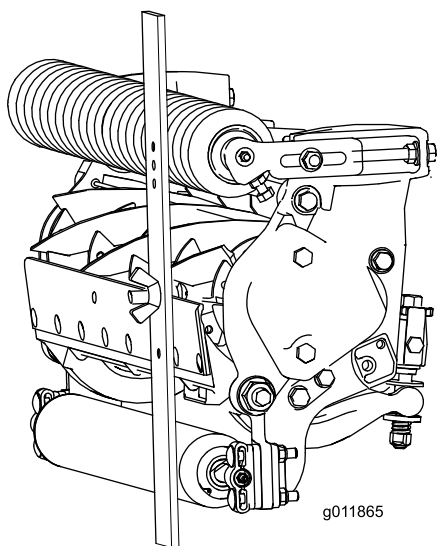

図 18
3. ゲージバーのネジ頭を下刃の切っ先に引っかけ、バーの後端を後ローラに当てがう 図 18。
4. バーの前端がローラに当たるように、調整ネジで調整する 図 18。ローラ全体が下刃と平行になるように、ローラの両側を均等に調節する。